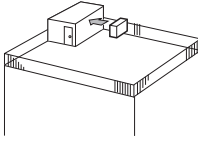

Fig. 2-2
- ① Hava çıkışını, en yakındaki duvara doğru, duvardan yaklaşık 35 cm uzaklıkta olacak şekilde yerleştirin. (Fig. 2-2)